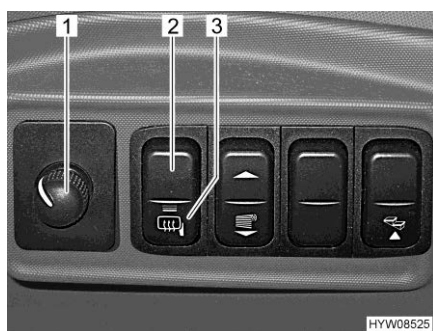

Fig. 32 Interruttori (specchietti esterni a regolazione elettrica)
Regolazione: ■ Selezionare lo specchietto da impostare. A tal fine premere l'interruttore girevole (Fig. 32,1) verso sinistra oppure verso destra.
■ Premendo l'interruttore (Fig. 32,1) regolare lo specchietto nella posizione corrispondente.
Accensione del riscaldamento: ■ Premere l'interruttore (Fig. 32,2). La spia rossa di controllo (Fig. 32,3) nell'interruttore indica il funzionamento.